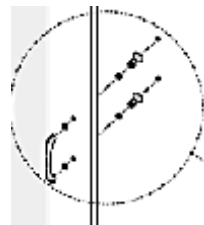

РИС.4.
5. Установите дверные ручки и уплотнители на двери (рис.4).